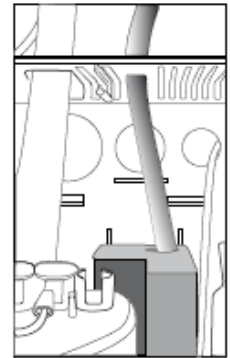

РИС.3.i
Для отвода конденсата из парораспределителя конденсатную трубку протягивают от парораспределителя до отверстия в верхней панели увлажнителя и вставляют в накопительный бачок (7) - см. Рис. 1а и Рис. 3.i.